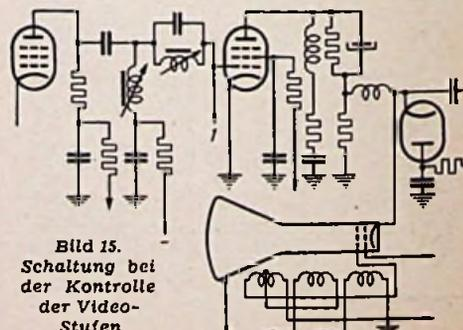

Bild 15. Schaltung bei der Kontrolle der Video-Stufen
6. Überprüfung der Video-Stufen: Da an einem besonderen Ausgang die Video-Modulation mit der gewünschten Polarität entnommen werden kann, ist es möglich, einen Fernsehempfänger auch hinter dem Bildgleichrichter zu überprüfen, wie es Bild 15 zeigt. Die Video-Spannung wird dem Gitter der Verstärkerröhre bei 1 über einen Kondensator mit einer Kapazität von mindestens 2 µF zugeführt.